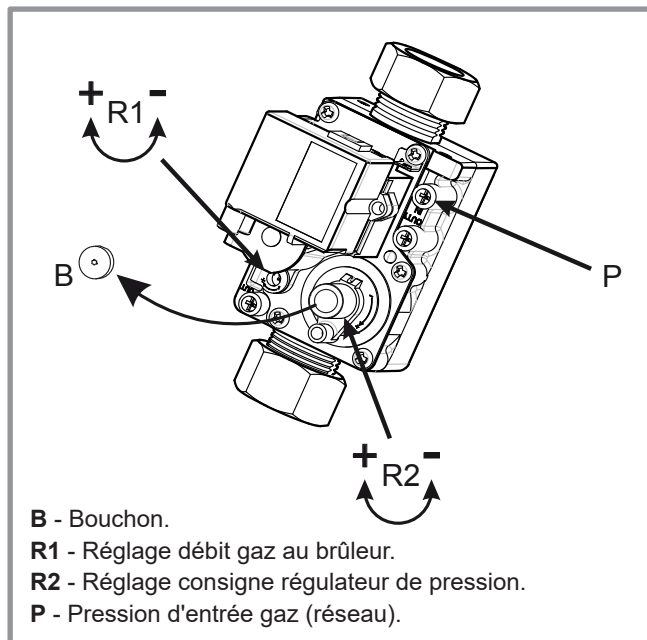

figure 45 - Vanne gaz VGU86 S
- Si nécessaire, ajuster le taux de CO₂ en réglant le débit gaz au brûleur (vis repère R1, figure 45).
- Si nécessaire, ajuster doucement la consigne du régulateur de pression (vis repère R2, figure 45).